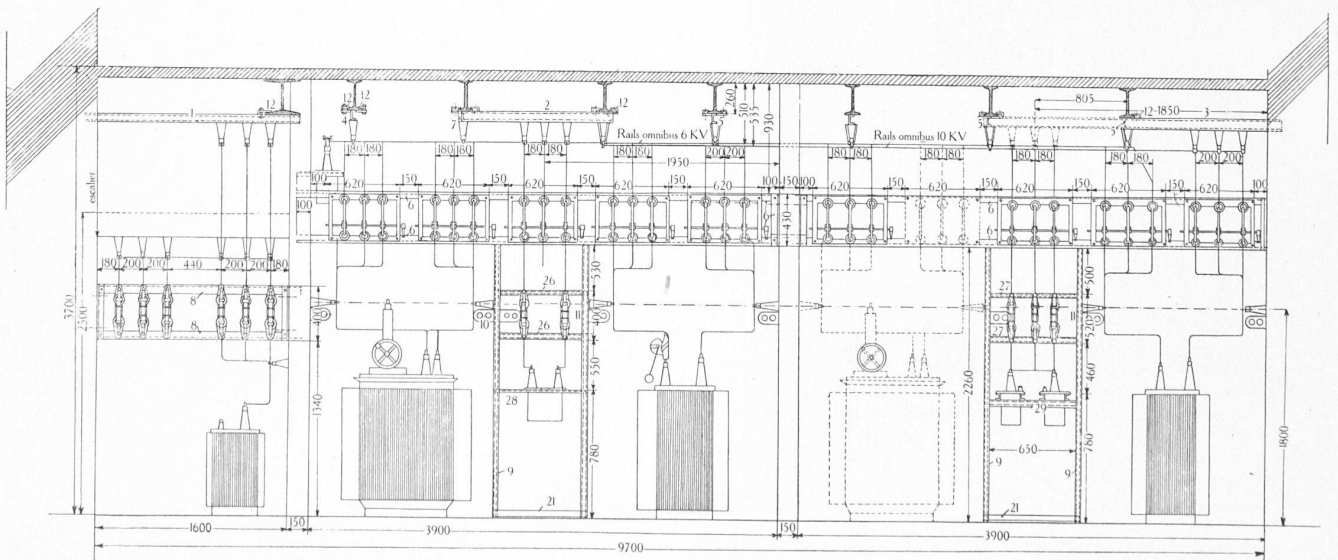

Fig. 17. — Salle 6-10 kV, côté ouest. A gauche, le transformateur de station.
*Salle 6-10 kV.* — Les rails 6 kV se prolongent jusque dans une salle contenant tout l'appareillage 6-10 kV. Les sectionneurs et interrupteurs des départs 10 kV et du régulateur d'induction sont placés du même côté. Les interrupteurs sont montés dans des fers étanches (voir fig. 17).